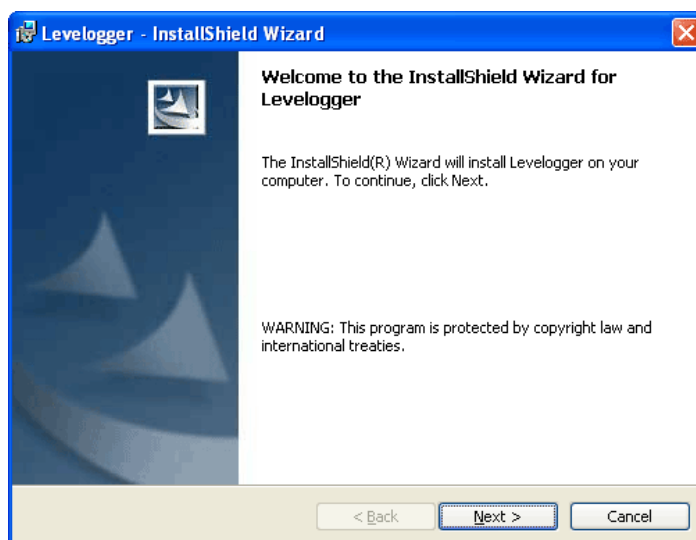

Figura 2-1 Ventana de Found New Hardware Wizard (se encontró un nuevo asistente de hardware)
3. El Asistente de instalación del software lo guiará a través del proceso restante de la instalación. La figura 2-1 muestra el Asistente de instalación del software.